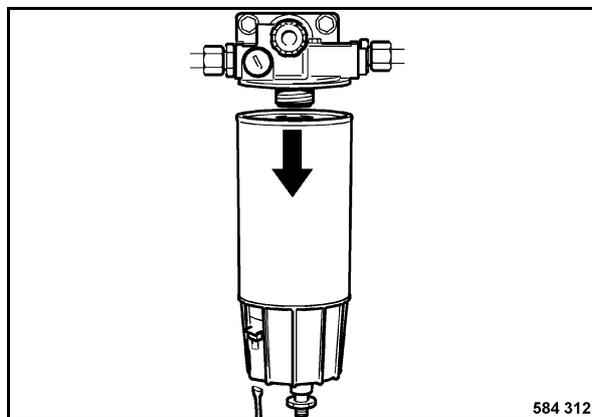

Fig. 185
- Rimuovere il cavo e svitare la cartuccia del filtro carburante (Fig. 185) con una chiave a nastro adeguata.